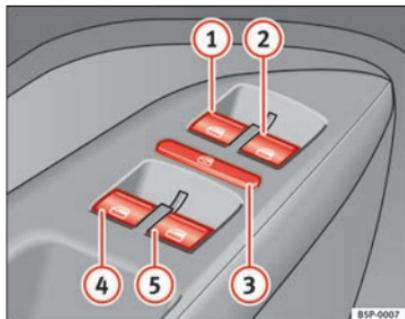

Abb. 67 Ausschnitt aus der Fahrertür: Tasten für die Fenster vorne und hinten
Die Tasten ⇒ Abb. 67 ① und ② haben zwei Stufen zum Öffnen und zwei zum Schließen des Fensters. Dadurch ist es einfacher, die Öffnungs- und Schließvorgänge zu kontrollieren.